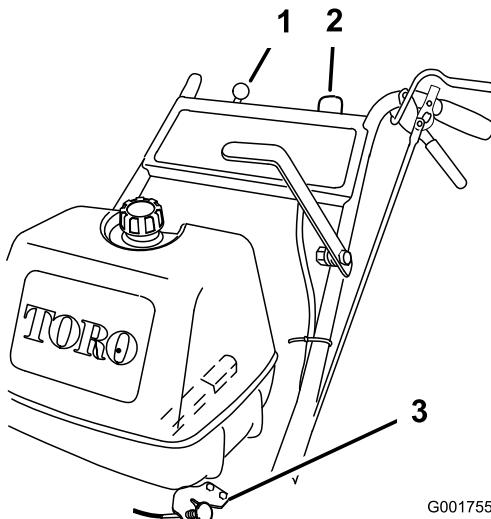

Figure 8
- Tournez la clé de contact à la position **contact** (Figure 8).
- Sortez le starter si le moteur est froid (Figure 8).
- Placez la commande d'accélérateur à la position bas régime (Figure 8).